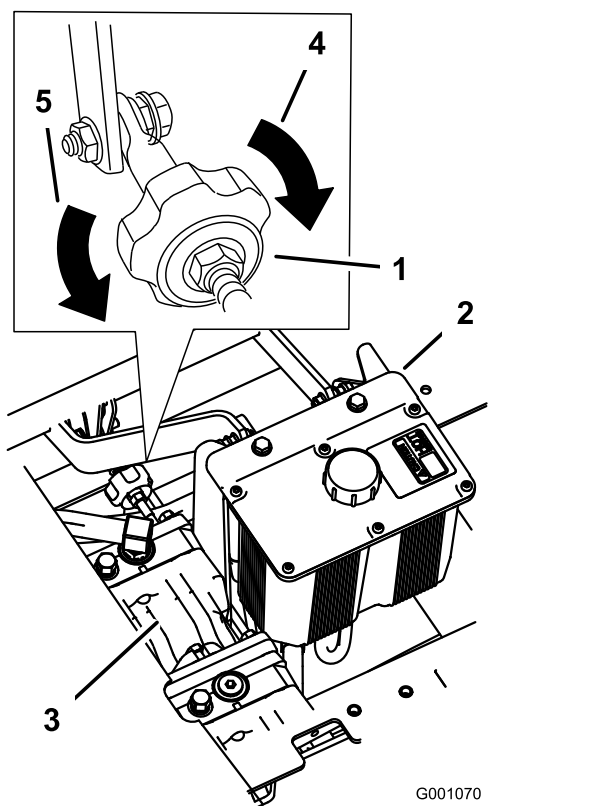

Figura 99
2. Regolate la lunghezza dell'asta della pompa facendo girare nella direzione opportuna la manopola, finché la ruota si ferma o si sposta leggermente indietro (Figura 99).